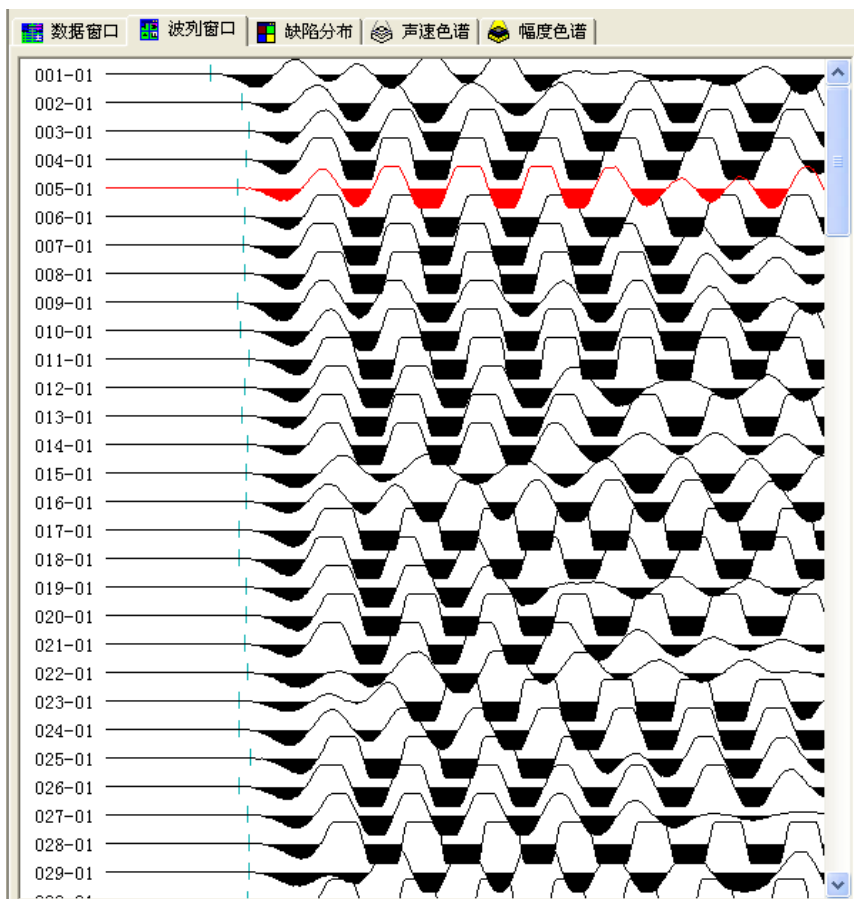

图 10.18 波列窗口
A. 波列窗口。用于显示当前检测面的波列及各个波形对应的深度。当鼠标在波列窗口中滑动时，经过某一波形时该波形颜色变成蓝色，且鼠标变成手形，表示此波形处于可选状态，此时如果单击鼠标左键，则该波形颜色变成红色，表示该波形被选中，同时该波形显示在单波分析窗口中并可以对该波形进行分析（如图 10.18）。